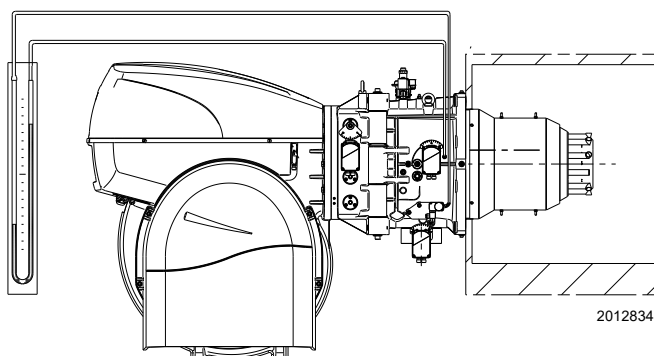

Fig. 29
- Monter un manomètre en U ou un manomètre de type différentiel (Fig. 29), avec la prise (+) sur la pression de gaz du manchon et (-) dans la chambre de combustion. Ceci sert à obtenir approximativement la puissance MAX. du brûleur.
L'arrivée de gaz au manchon est mise en évidence sur le manomètre en U (Fig. 29).